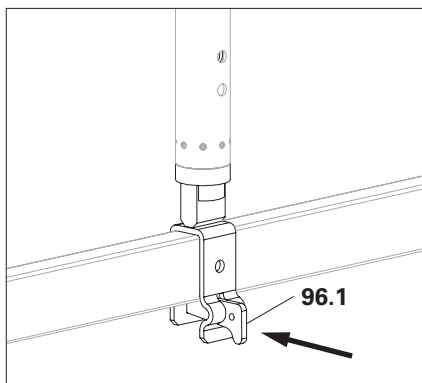

Fig. A11.09d
5. Serrare tutti i cunei (**96.1**) con un martello. (Fig. A11.09d)